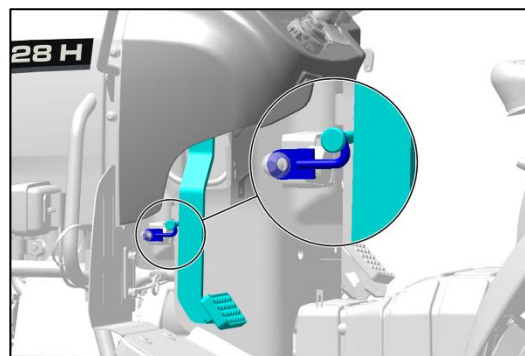

Abb. 227 – SICHERUNG DES KUPPLUNGSPEDALS
- Um zu verhindern, dass der Kupplungsbelag mit dem Schwungrad verklebt, treten Sie das Kupplungspedal vollständig durch, halten Sie es gedrückt und sichern Sie es mit der Kupplungsstange (Abb. 227).